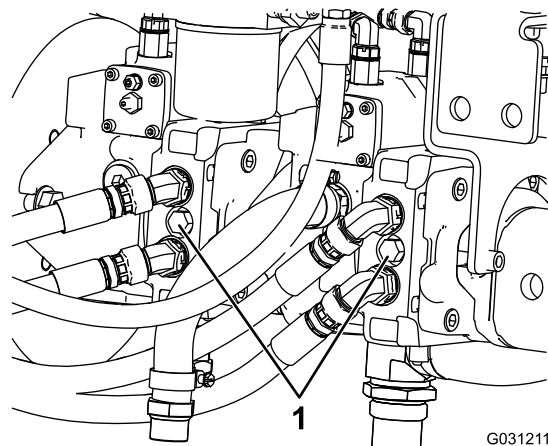

Рисунок 31
4. Используя гаечный ключ, дважды поверните буксировочные клапаны на гидравлических насосах против часовой стрелки (Рисунок 31).